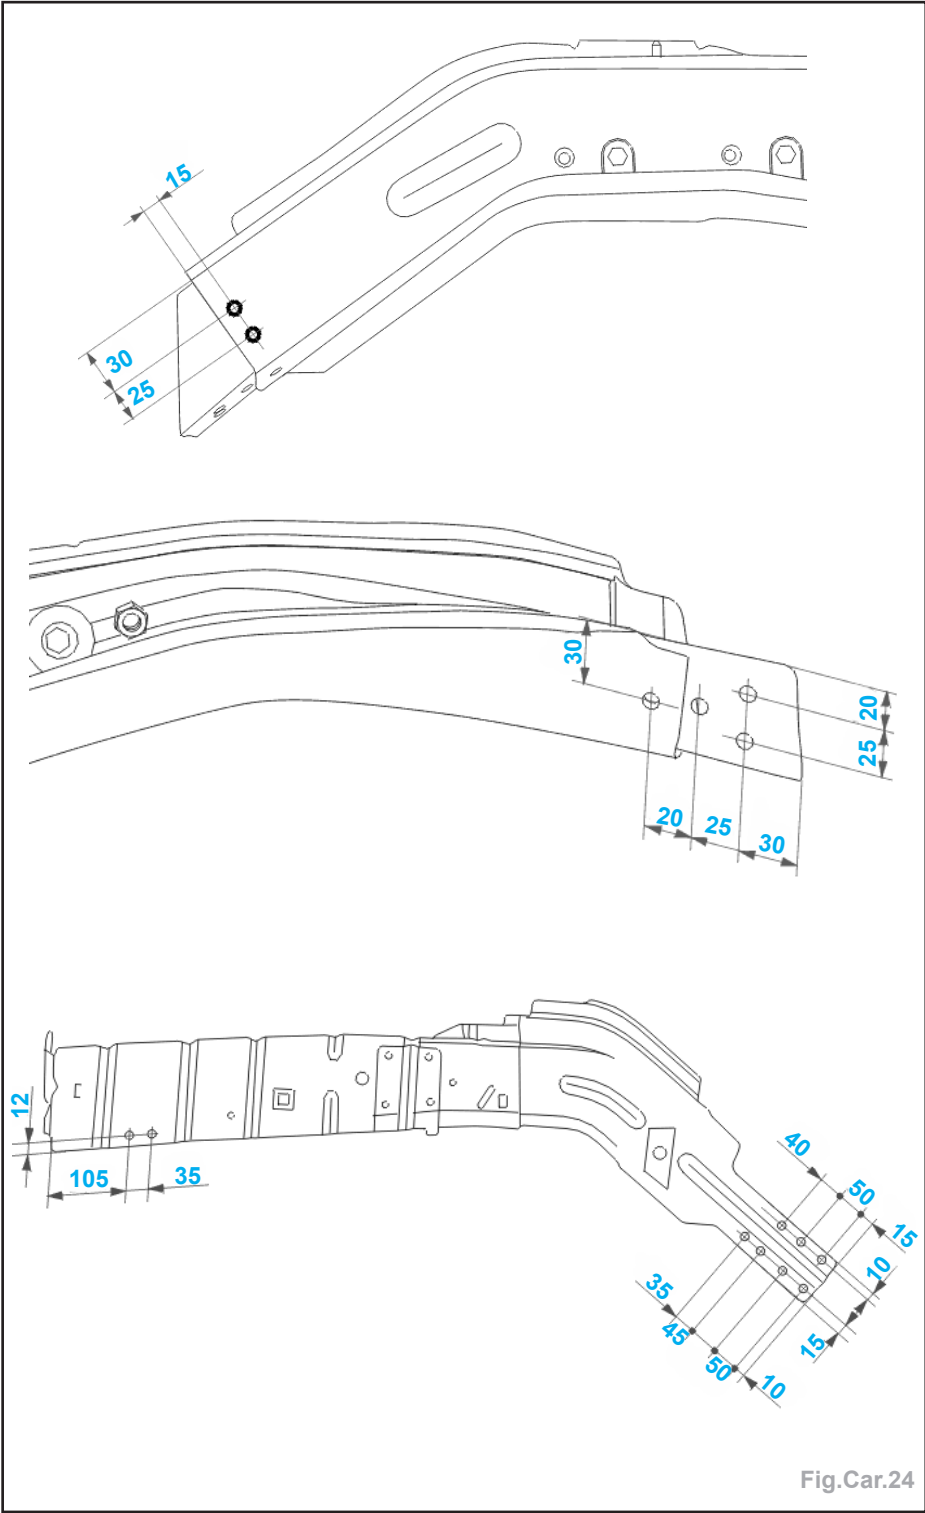

Fig.Car.24
- Tracer puis percer au Ø 8 mm pour soudage ultérieur par points bouchons (Fig.Car.24).